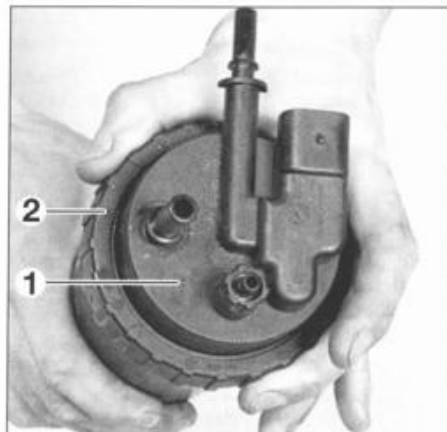

FIG. 30
- la carcasa (1) haciendo girar la anilla de bloqueo (2) (fig. 30).